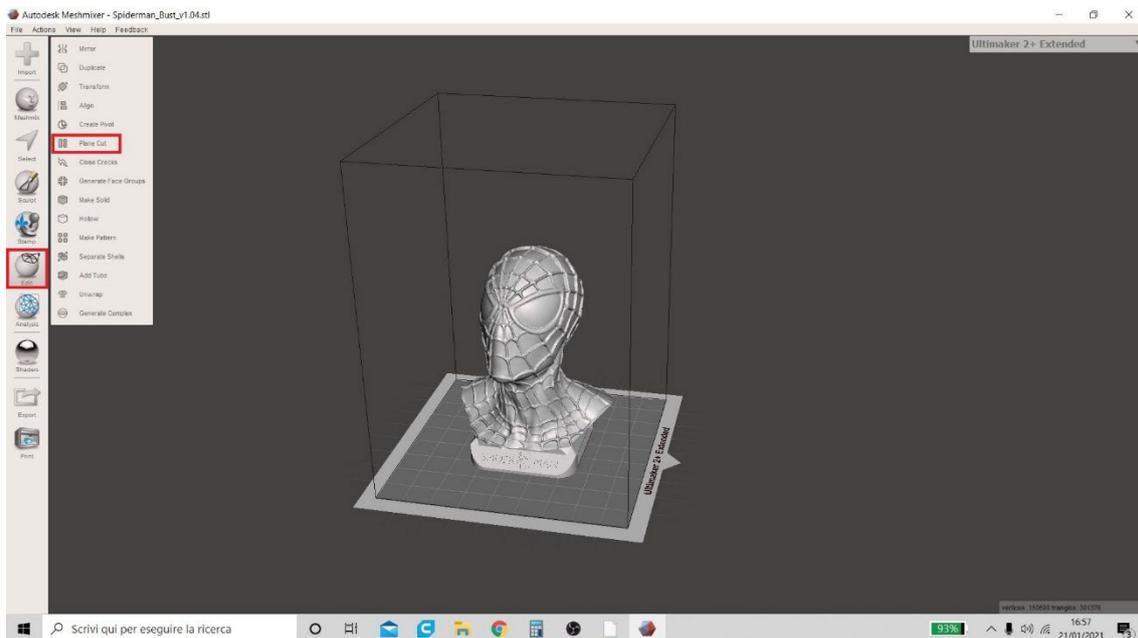

Figura 2 Meshmixer
2. Una volta importato il modello nel Software, cliccare sul menu "Modifica" (presente a sinistra come mostrato in Figura 2 Meshmixer) e scegliere la funzione "Plane Cut". Questa funzione consente di generare un'anteprima del piano di taglio e l'utente può avviare la procedura per il taglio del modello scelto.